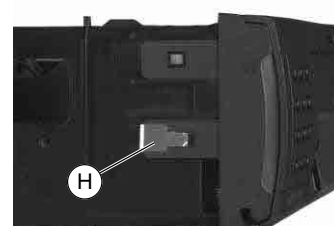

Fig. 5
Sur les appareils équipés d'un volet de façade, le ressort de masse (H) doit être monté comme indiqué Fig. 5.
On VCRs with front flap the earth spring (H) must be fitted as shown in Fig. 5.